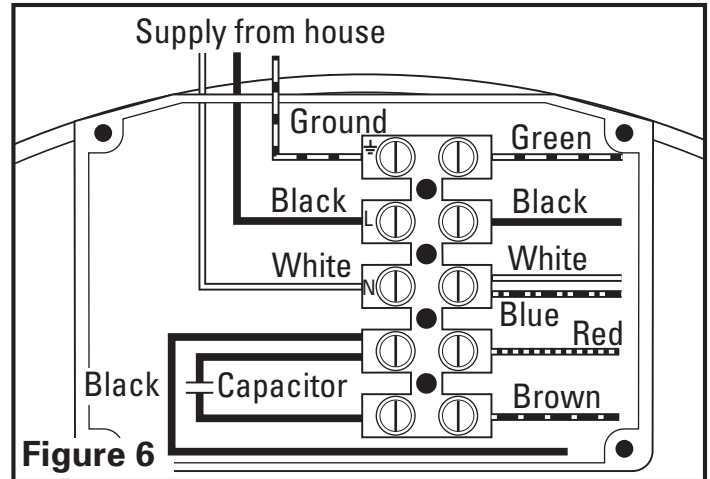

Figure 6
2. Bring incoming electrical service through the romex connector and the fan knockout. Be sure to place the connector nut over the wiring coming into the terminal box. There are three open ports on the terminal strip. Using a small regular screwdriver, tighten the Neutral (white) wire of the incoming supply under the open terminal labeled "N". Tighten the Line (black) wire of the incoming supply under the open terminal labeled "L". Tighten the Ground (green) wire of the incoming supply under the open terminal labeled "G" (**Figure 6**). For reference, a wiring diagram is included on the inside of the terminal box lid.
2. Amener le service électrique au travers du connecteur romex et de l'alvéole défonçable du ventilateur. Assurez-vous de placer l'écrou du connecteur sur le filage entrant dans la boîte de raccordement. Il y a trois ports ouverts sur le terminal de raccordement. À l'aide d'un petit tournevis plat, serrer le fil de neutre (blanc) de l'alimentation entrante sous la borne marquée " N ". Serrer le fil de ligne (noir) de l'alimentation entrante sous la borne marquée " L ". Serrer le fil de mise à la terre (vert) de l'alimentation entrante sous la borne marquée " 3 " (**Figure 6**). Un diagramme de raccordement est inclus, pour référence, à l'intérieur du couvercle de la boîte de raccordement.